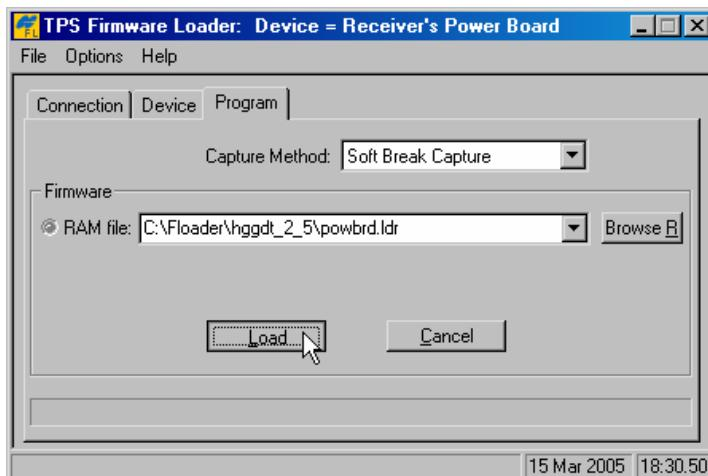

Рисунок 4-17. Вкладка *Program*
6. Выберите вкладку *Program* (*Программа*) и выберите значение *Soft Break Capture* для поля *Capture Method*, см. рис. 4-17.
7. Выберите файл для ОЗУ платы питания см. рис. 4-17.